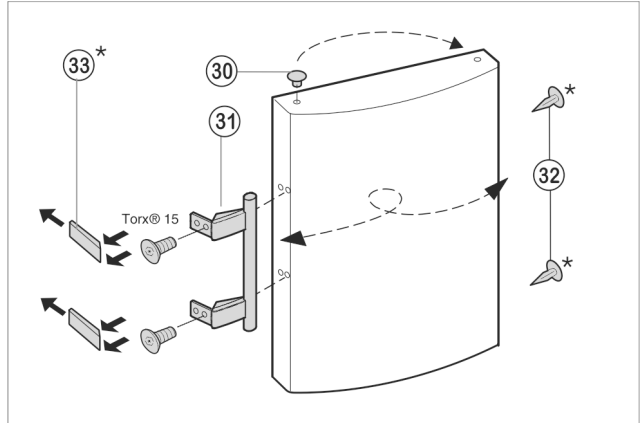

Fig. 8
- ▶ Izvadite čepove Fig. 8 (30) iz čahura ležaja vrata i premjestite ih.
- ▶ Skinite ručku na vratima Fig. 8 (31), čepove Fig. 8 (32) i pritisne ploče Fig. 8 (33) i premjestite ih na suprotnu stranu.